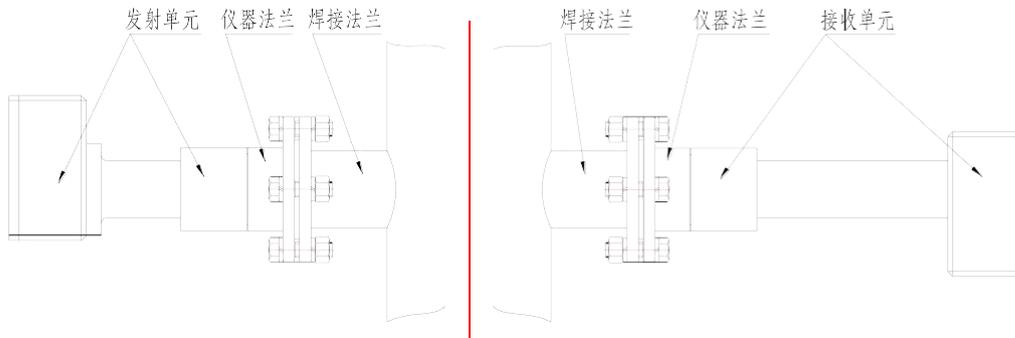

图 8.2 从仪器法兰上拆卸发射单元、接收单元
1. 松开锁箍，卸下发射单元和接收单元（见图 8.2），认真查看光学元件上是否有裂痕或灰尘/污渍等，如果没有，继续下一步。否则，请参照 8.1.2 节中程序先维护光学元件；